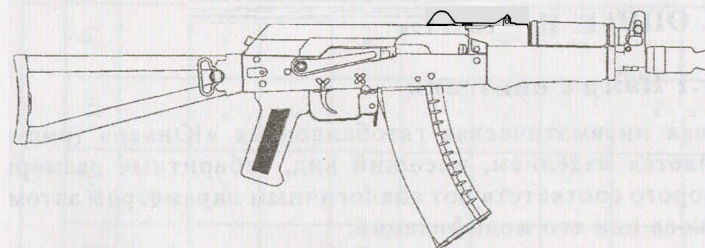

Рисунок 7 - Винтовка пневматическая газобаллонная «Юнкер»
- вложить баллончик в рамку 9 и произвести его накачивание путем закручивания винта 4 (рисунок 7);
- извлечь пружину 3 (рисунок 7), выбить штифт 2 и отделить клапан 8;